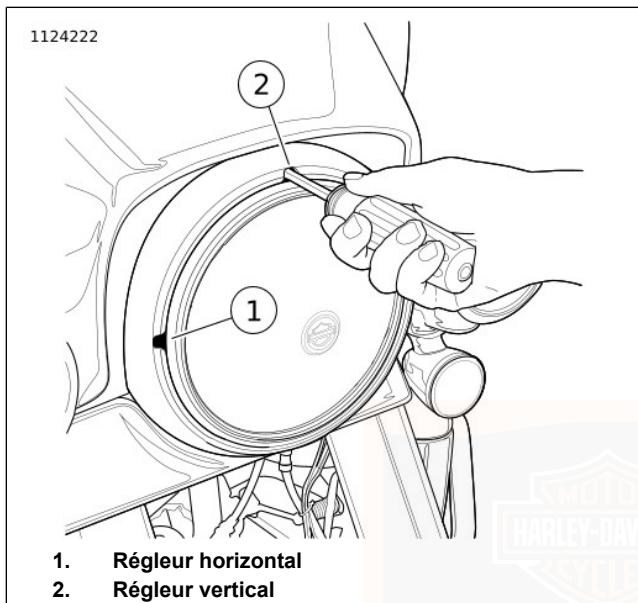
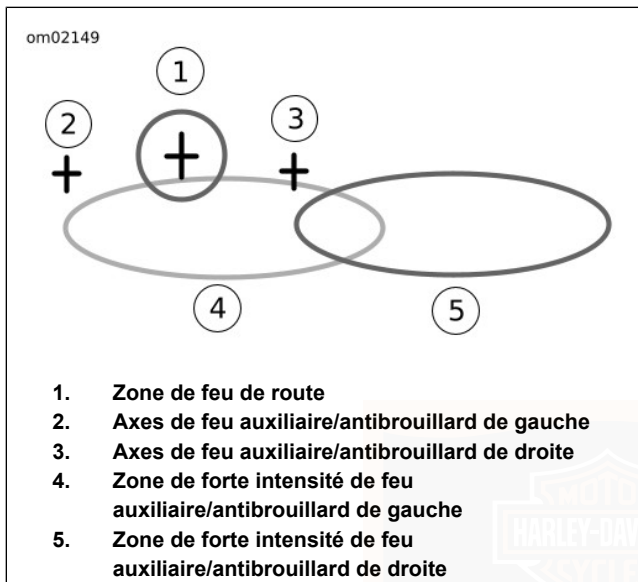
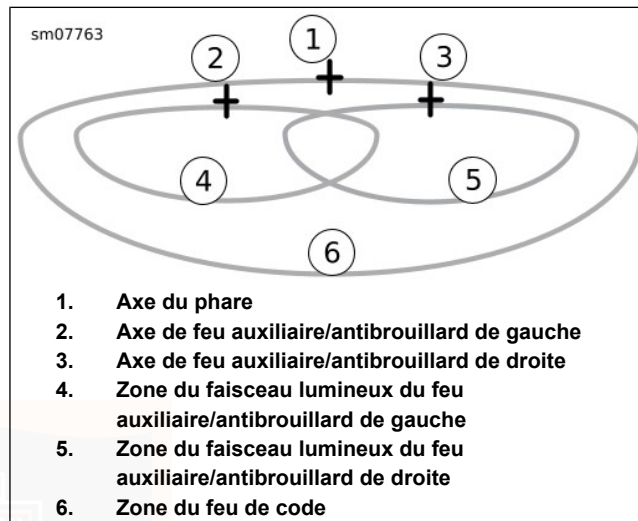

Figure 95. Régleurs du phare : Tous sauf carénage monté sur cadre (typique)
Figure 98. Faisceau de phare : Type à l'halogène quartz
Figure 99. Faisceau de phare : Type DÉL avec feux auxiliaires/antibrouillard
2. **Tous sauf carénage monté sur cadre** : Voir Figure 95. Introduire une clé hexagonale à extrémité sphérique de 5/32 pouces dans les fentes de réglage de l'anneau de garniture.
- a. **Horizontal** : tourner la vis de réglage horizontal (1) pour ajuster le faisceau lumineux à gauche et à droite.
- b. **Vertical** : tourner la vis de réglage vertical (2) pour ajuster le faisceau lumineux vers le haut et vers le bas.
- c. Voir Figure 98 ou Figure 99 . Régler le faisceau lumineux du phare.
4. Voir Figure 98 ou Figure 99. Marquer les axes horizontal et vertical (2, 3) du feu auxiliaire/antibrouillard sur le mur.
Figure 98 concerne les motos dans les pays où l'on conduit à droite. Faites passer le graphique à l'horizontale pour les pays où l'on conduit à gauche.
- a. **Halogène quartz** : régler le feu auxiliaire/antibrouillard de gauche de sorte que toute la zone de forte intensité (4) soit au-dessous et à droite des axes du feu auxiliaire/antibrouillard de gauche tel qu'illustré à la Figure 98.
- b. **DÉL** : régler le feu auxiliaire/antibrouillard de gauche de sorte que toute la zone de forte intensité (4) soit au-dessous de l'axe tel qu'illustré à la Figure 99.